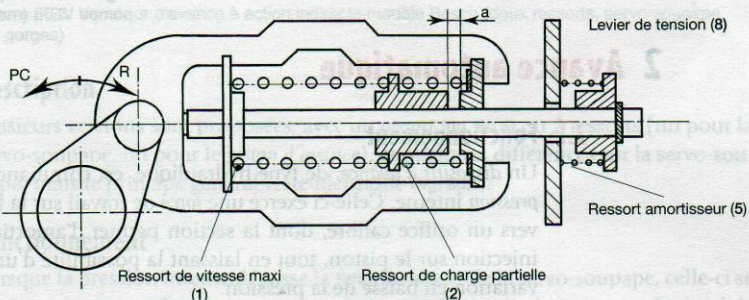

Figure 59.7. Ensemble ressorts de régulation mini-maxi sur pompe VE
En fonction de l'augmentation de vitesse du moteur et suivant que le ressort (2) est plus ou moins comprimé (force exercée sur l'accélérateur), la distance « a » va correspondre à un déplacement du tiroir de régulation (fig. 59.7).